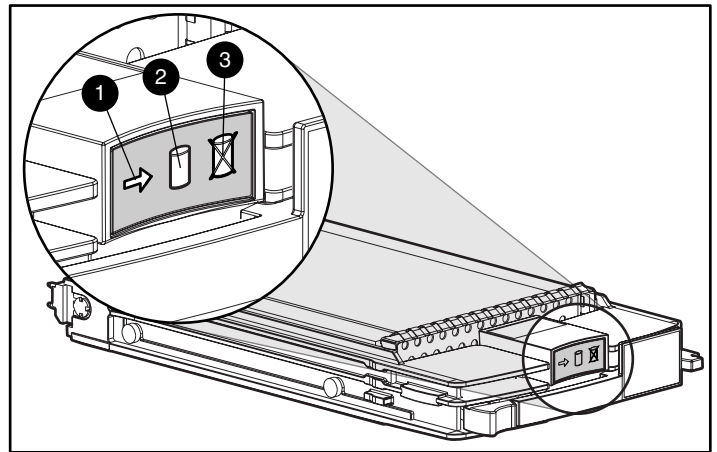

Abbildung 3 Festplattenstatusanzeigen
- Überprüfen Sie die Statusanzeigen der Festplatte. Siehe Abbildung 3. Falls ein Hardwarefehler aufgetreten ist, sollte die Fehleranzeige leuchten.
- Überprüfen Sie die Statusanzeigen der Festplatte. Siehe Abbildung 3.
- Die Aktivitätsanzeige (1) sollte leuchten oder blinken.
- Die Online-Anzeige (2) sollte leuchten oder blinken.
- Die Fehleranzeige (3) sollte nicht leuchten.